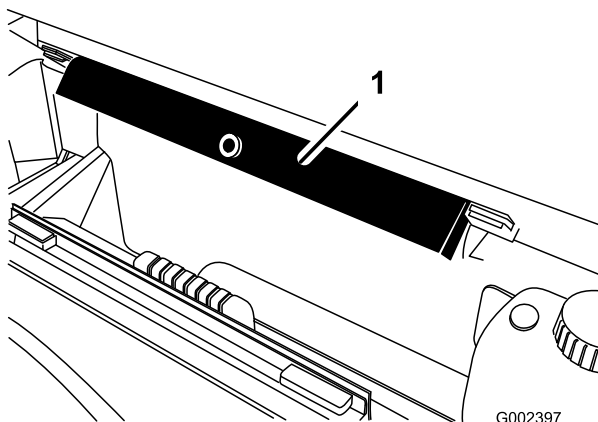

図 1
2. 荷台サポートをROPS パネルの後ろについている保管用ブラケットに戻す 図 1 「キットの取り付け準備を行う」を参照。